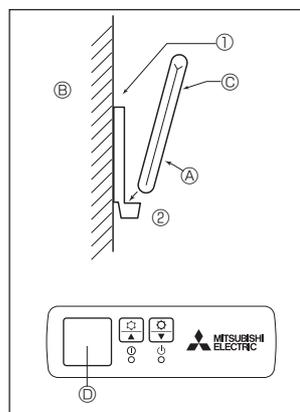
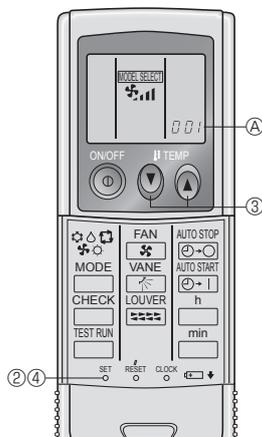

Fig. 6-2
Fig. 6-3
2) Metodo di installazione (Fig. 6-2)
- ① Attaccare il supporto del comando a distanza nel punto desiderato usando due viti autofilettanti.
- ② Inserire l'estremità inferiore del comando a distanza nel supporto.
3) Impostazioni (Fig. 6-3)
- ① Inserire le batterie.
- ② Premere il pulsante SET un po' appuntito sull'estremità. Lampeggia **MODEL SELECT** (scegliere modello) e si accende il N° del modello.
- ③ Premere il pulsante temp \uparrow \downarrow per impostare il N° del modello. Se si sbaglia l'operazione, premere il tasto ON/OFF \odot ed eseguire di nuovo la procedura dal punto ③.
- ④ Premere il pulsante SET un po' appuntito sull'estremità. **MODEL SELECT** e il N° del modello si accendono per tre secondi quindi si spengono.